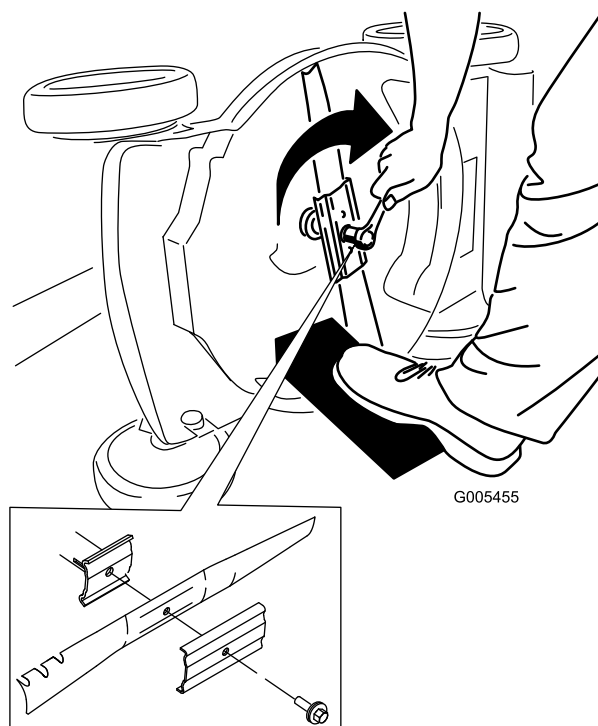

Figura 21
5. Instale la cuchilla nueva y todos los herrajes de montaje (Figura 21).